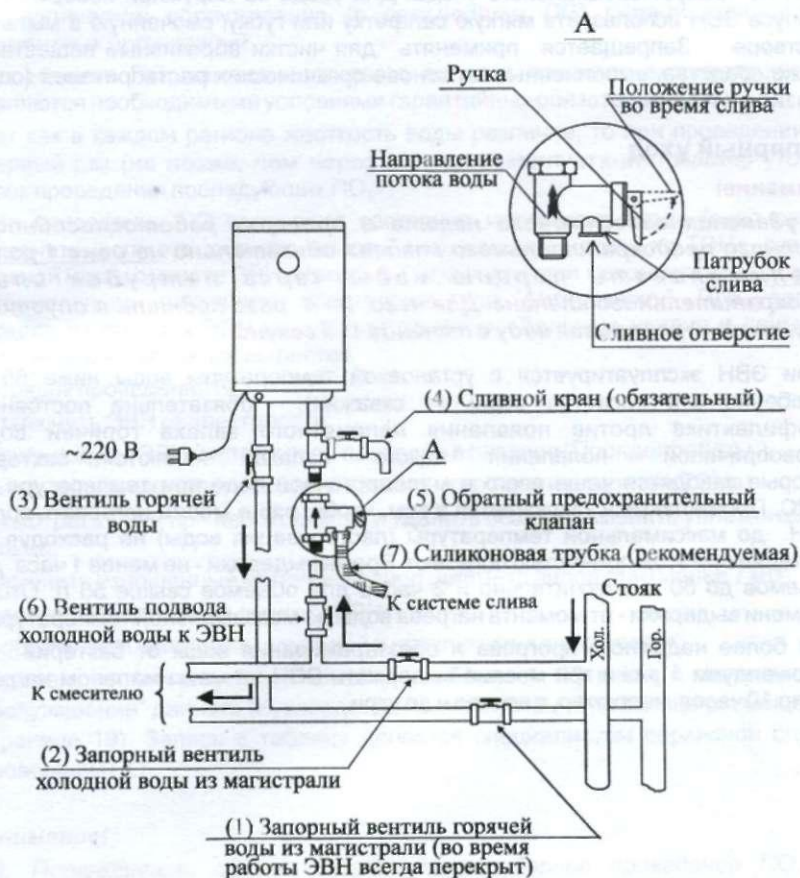

Рисунок 5 - Схема подключения к водопроводной сети
- Заполните ЭВН водой. Для этого перекройте запорный вентиль горячей воды из магистрали (1), закройте сливной кран (4), откройте запорный вентиль холодной воды из магистрали (2), вентиль подвода холодной воды к ЭВН (6), вентиль горячей воды (3) и кран горячей воды на смесителе. ЭВН заполнен, когда из крана горячей воды на смесителе начнет вытекать, с полным напором, вода. Закройте кран горячей воды на смесителе (см. рисунок 5).
- При необходимости полного слива воды из ЭВН (например, при профилактике) надо отключить ЭВН от электрической сети, перекрыть вентиль подвода холодной воды к ЭВН (6), вентиль горячей воды (3) должен быть открытым, открыть кран горячей воды на смесителе и сливной кран (4), через который и слить воду (см. рисунок 5).